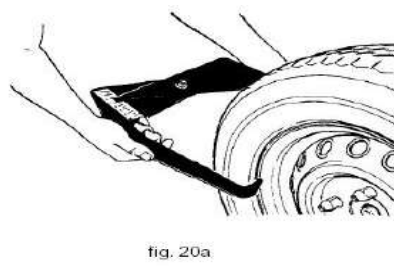

Рис.2
- значение ширины (b): считайте его непосредственно с обода или измерьте с помощью штангенциркуля, как показано на рис.2, и введите значение вручную клавишами **b+** **b-**.